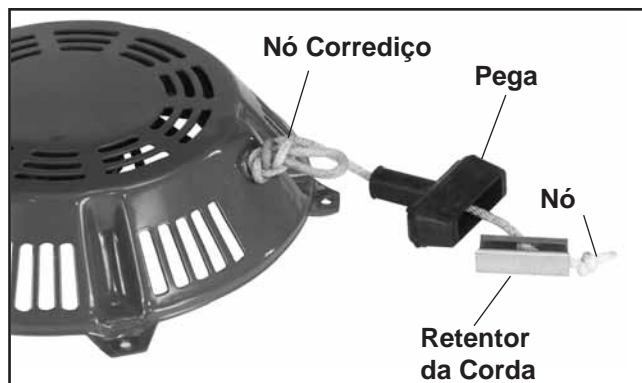

Figura 7-3. Retirar a Pega do Motor de Arranque.
2. Puxe a corda aproximadamente 12" e dê um nó provisório (laçada) para evitar que se recolha no motor de arranque. Consulte a Figura 7-3.